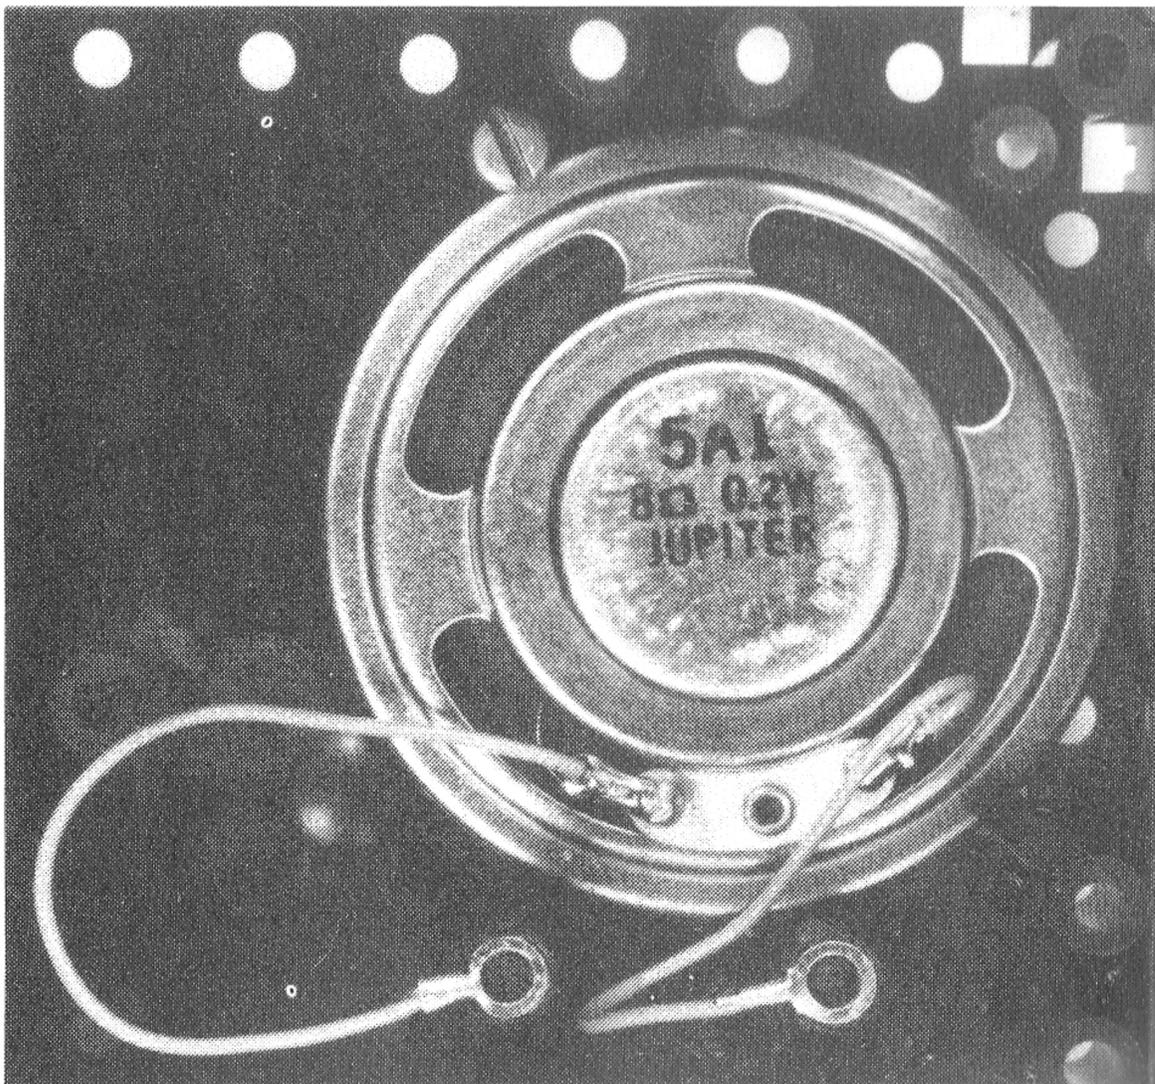

Abb. 2
2. Wie unter Punkt 1 beschrieben, werden auch Kabelschuhe an den beiden Lautsprecherkabeln angebracht. Dann wird der Lautsprecher von unten in die Box gedrückt. Er rastet an einem Punkt ein und muß an der gegenüberliegenden Seite mit einer Blechschraube befestigt werden (Abb. 2).
drücken ( siehe Abb. 2).